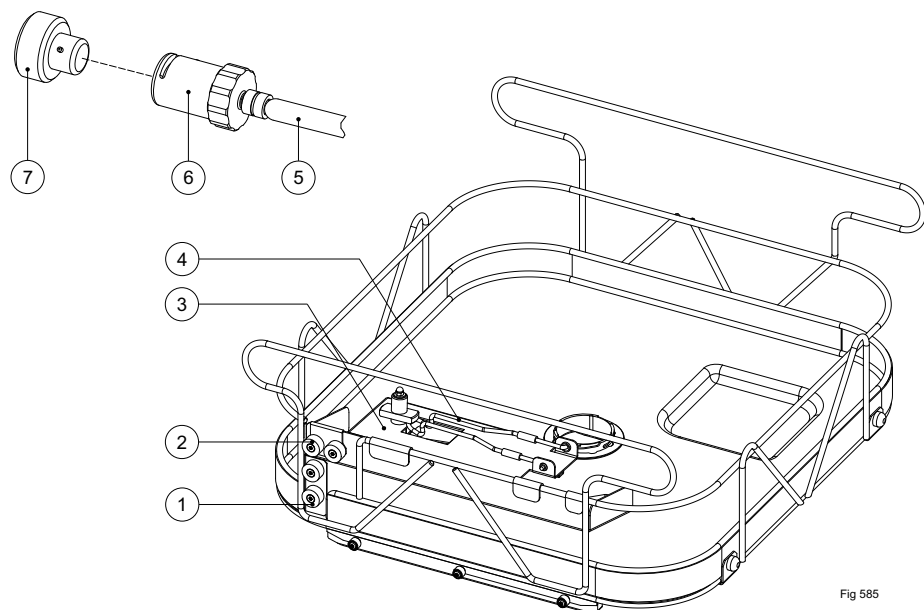

Fig 585
Die Adapter und Anschlusschläuche sind bei der Selbstdesinfektion ebenfalls thermisch zu desinfizieren. Für die thermische Desinfektion das Selbstdesinfektionsblech (siehe Fig. 585 Pos.3) in den Endowagen einsetzen und die Schläuche am Drahtbügel (Pos.4) festklemmen.
Der Spiralschlauch für die Druckprüfung muss vor der Selbstdesinfektion mit einem Druckprüfadapter (siehe Fig. 585 Pos.6+7) verschlossen sein.
- ▶ Wird der Wagenadapter ebenfalls eingelegt-, den Druckprüfadapter mit entsprechendem Adapterverschluss (Fig 585, Pos.7) verschliessen.